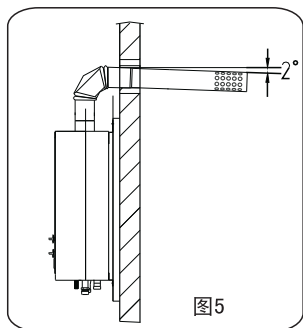

图5
- 排烟管水平段应尽可能短，且安装时应有向下倾斜 2° 的坡度，以利于冷凝水和雨水的排出。(如图5)